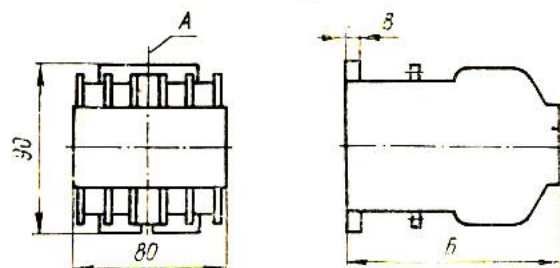

Рис. 1. Габаритные и установочные размеры реле:
рабочее положение реле в пространстве — согласно рис. 1;
2.10. Габаритные и установочные размеры, масса реле приведены на рис. 1.
5.3.2. Помимо указанных на рис. 1 состояний контактов, конструкция реле допускает на месте эксплуатации легко производимую перестройку части замыкающих контактов на размыкающие. При этом общее количество размыкающих контактов может быть не более 4 в реле РПК1-011 и РПК1-021, и не более 5 в реле РПК1-031. Для реле РПК1-021 допускается 8 замыкающих контактов за счет перестройки размыкающих контактов.